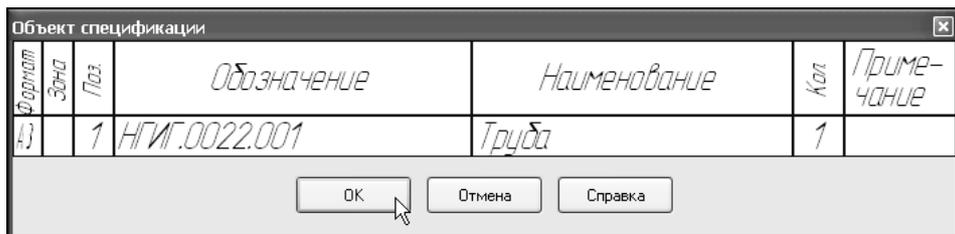

Рис. 9.80. Диалоговое окно **Объект спецификации**
4. Введите информацию для первого объекта в появившемся диалоговом окне **Объект спецификации** (рис. 9.80). Для детали введите формат (имеется в виду формат чертежа, на котором будет изображена эта деталь при